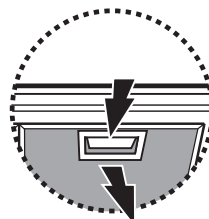

Fig. 1
2. Togliere il filtro antigrasso sporco tirando la maniglia prima verso dietro, poi verso il basso (**Fig. 1**).
2. Togliere il filtro antigrasso (**Fig. 1**) e rimuovere la cornice supporto filtri antigrasso (**Fig. 2** - sequenza a-b).